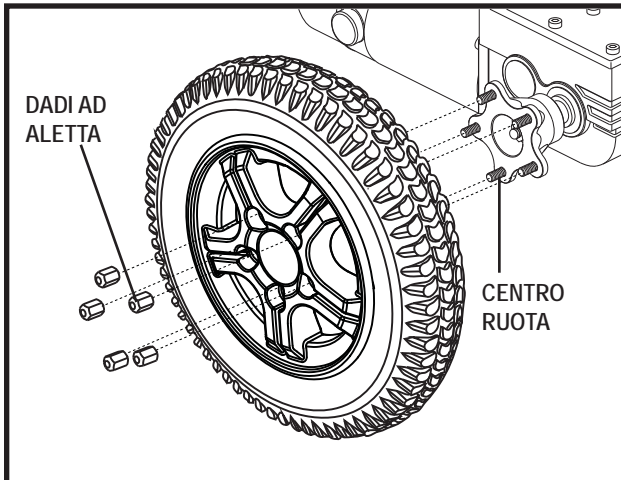

Figura 23. Ruota Motrice della Fusion
4. Rimuovere i dadi ad aletta. **Vedere figura 23.**